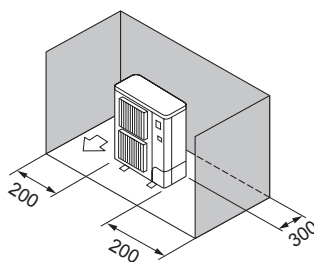

Fig. 2-8
- ③ Само препятствия отзад и отстрани (Fig. 2-8)